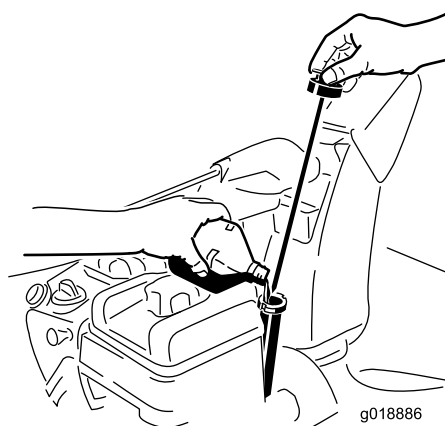

Figure 33
2. Sortez de nouveau la jauge et contrôlez le niveau d'huile (Figure 33). Faites l'appoint si le niveau est en dessous